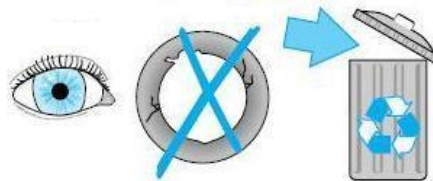

Figure 9
5. Vérifier la bague d'étanchéité n° 6960 (voir fig. 9) et la remplacer au besoin.